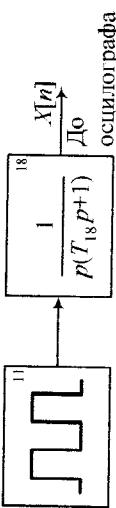

Рис. 17
3. Зібрати модель розімкнutoї імпульсної системи, схема якої зображена на рис. 17.